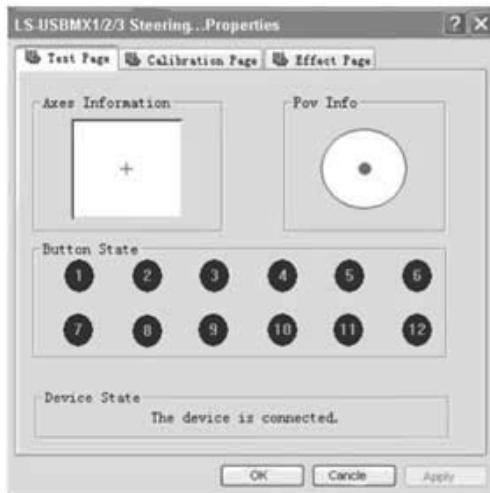

Рис. 7
- **Тестирование осей.** Перейдите на тестовую закладку «Test Page» (см. рис. 7), поверните руль слева направо, убедитесь, что ось X (крест-курсор «+») в окне «Axes Information» переходит слева направо правильно. Если крест-курсор находится не в центре информационного окна, пожалуйста, перейдите на закладку «Calibration Page» и произведите калибровку.
- **Тестирование кнопок.** Нажимая кнопки на руле, убедитесь, что кнопки с 1 по 12 на тестовой закладке «Test Page» (см. рис. 7) будут загораться красным цветом после каждого действия.
- **Тестирование джойстика.** Наклоняя джойстик по каждому из 8 направлений (вверх, вниз, влево, вправо и на 45 градусов в каждом направлении), убедитесь, что курсор в окне «Povinfo» (см. рис. 7) движется правильно.
- Программные кнопки 1, 2, 3, 4, 5, 6, 7 и 8, которым по умолчанию присвоены функции рычага переключения передач ⑨, левого и правого лепестков-переключателей ④, педали газа ②, педали тормоза ③, кнопок 11 и 12. Какие именно, Вы определите при тестировании. Если по каким-то причинам их нужно перепрограммировать, т. е. присвоить другие функции, следуйте нижеприведенным рекомендациям.
- *Программа установки* (кроме режима NEGCON). Зайдите на тестовую закладку «Test Page» (см. рис. 7), нажмите одновременно кнопки 9 и 10 ⑩. Удерживайте 3 секунды, пока индикатор программы не загорится зеленым. Нажмите кнопку, которую желаете перепрограммировать. Светодиодный индикатор программы начнет мигать. Нажмите программную кнопку. Светодиодный индикатор программы погаснет. Программа установлена.